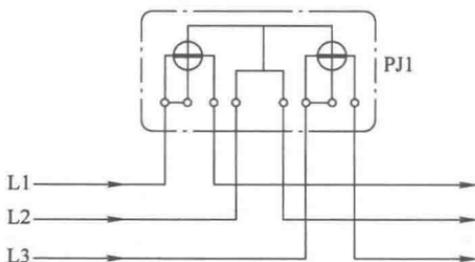

图 1-6
61. 如图 1-6 所示电能测量电路测量的是三相无功电能。 ( )
62. 如图 1-6 所示电能测量电路只能用于平衡的三相三线制电路的有功电能测量。 ( )